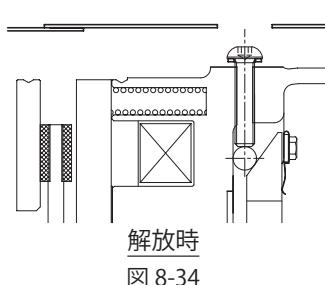

図 8-34
- (1) 屋外形の場合は、屋外カバー⑬上の窓部の蓋を取り外してください。グロメット⑲(屋内形の場合)を取り外し、六角棒スパナ(M 8 穴付ボルト用)にてブレーキゆるめボルト②を一旦外し、ゴムパッキン③と手動解放防止用スペーサ④を取り外してください。再度ボルトを六角棒スパナでねじ込んでいくと、ブレーキは解放されます。この時ブレーキゆるめボルトを回しすぎないようにしてください。(ブレーキが解放されたか確認しながら、ブレーキゆるめボルト②を回してください。) (図 8-34 参照)